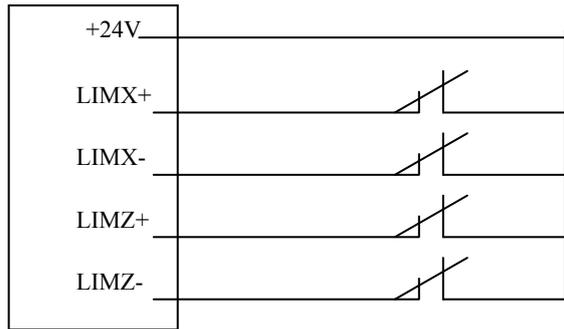

图4.27B 超程信号的连接
② 使用超程信号作为行程限位的连接，连接方式如下图 4.27B 所示：